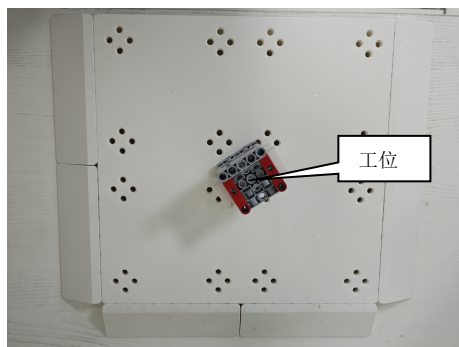

图 8 “工位”搬运至“装配工作台”上
4.4.4 若“工位”被成功放置在“装配工作台”上，且与场地无接触，则记 30 分；如图 8 所示。